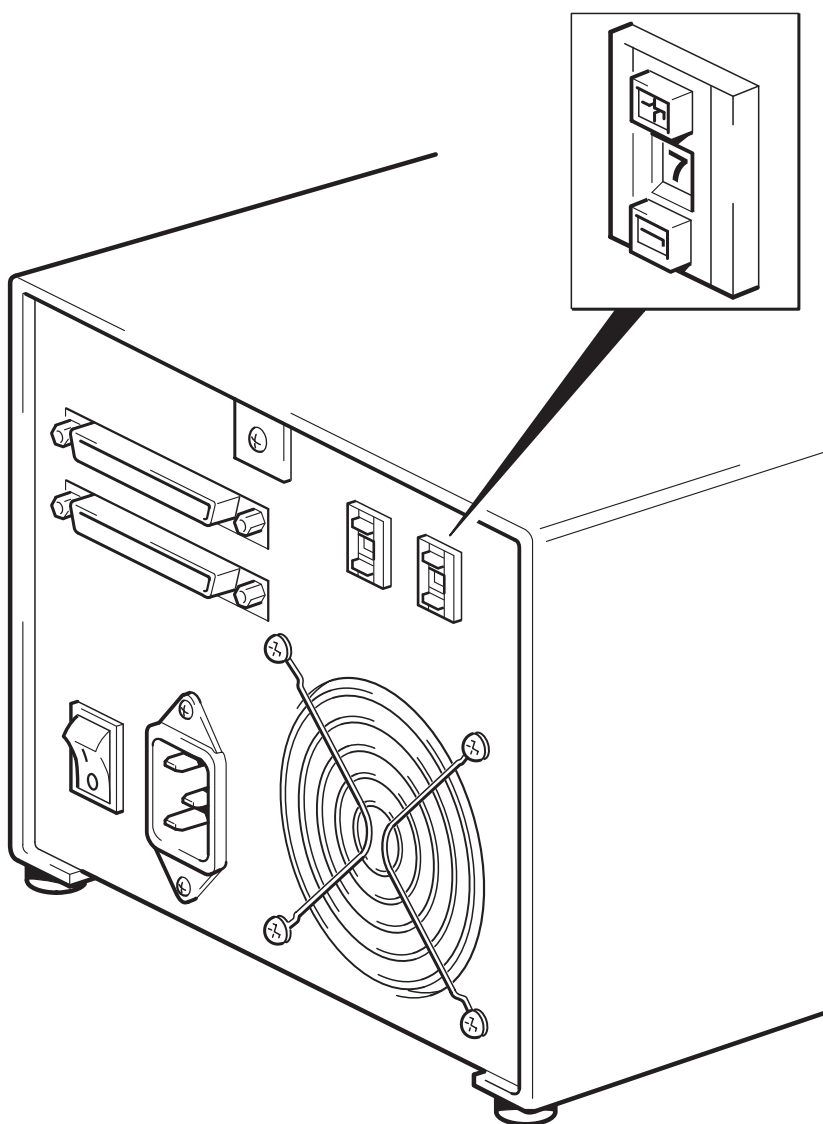

Figura 4: verifica dello switch di opzione
- 1 Controllare che lo switch di opzione del caricatore automatico (switch a destra nella figura 4) sia impostato sul valore corretto, come riportato nella tabella precedente. Impostare il valore dello switch su 5 per le workstation Sun basate su Solaris versione 2.6 o precedenti.
- 2 Se lo switch di opzione non è impostato sul valore adeguato al sistema in uso, modificare l'impostazione predefinita degli switch di configurazione situati sul retro dell'unità, come illustrato nella figura 4.